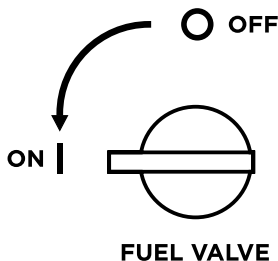

Figura 7 - Apagado del combustible - ENCENDIDO
4. Mueva la válvula de cierre de combustible a la posición ON (consulte la Figura 7 a continuación).